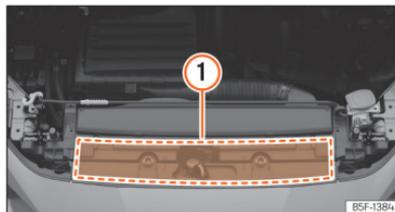

Abb. 210 Im Motorraum: Position des Aufklebers mit Motoröl-Spezifikationen
>>> [Abb. 210] ①. Bei Verwendung des empfohlenen Motoröls kann das Motoröl so oft wie erforderlich nachgefüllt werden.